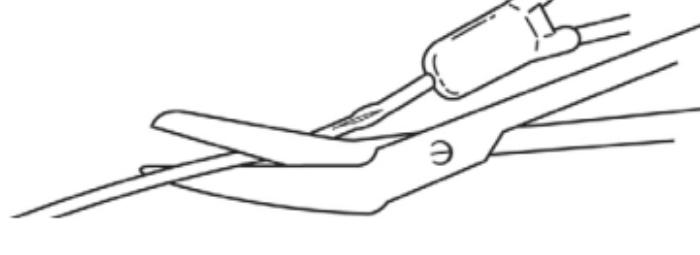

Fig. 2
2. Knip het beschadigde gedeelte van de katheter af (fig. 2).